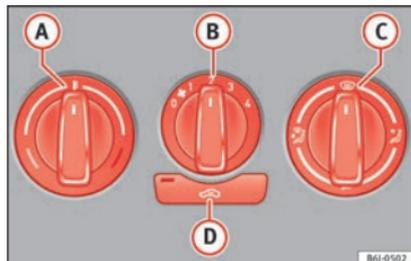

Fig. 165 Comandos do aquecimento no painel de instrumentos.
- Com os comandos rotativos **A**, **B** e **C** » **Fig. 165** regula-se a temperatura, a velocidade e a distribuição do ar.
- Pressione o botão **D** » **Fig. 165**, o aviso do botão acende-se.
Se o comando rotativo **C** » **Fig. 165** estiver na posição de descongelação, a portinhola de recirculação estará sempre aberta e entrará ar a partir do exterior.
- Rodar o regulador da temperatura » **Fig. 165 A** para a esquerda.
- Rodar o regulador da temperatura » **Fig. 165 A** para a direita, até ser atingido o nível de aquecimento pretendido.
- Rodar o regulador da temperatura » **Fig. 165 A** para a direita até ao nível máximo de aquecimento.
- Rodar o regulador da temperatura » **Fig. 165 A** para a zona do aquecimento.